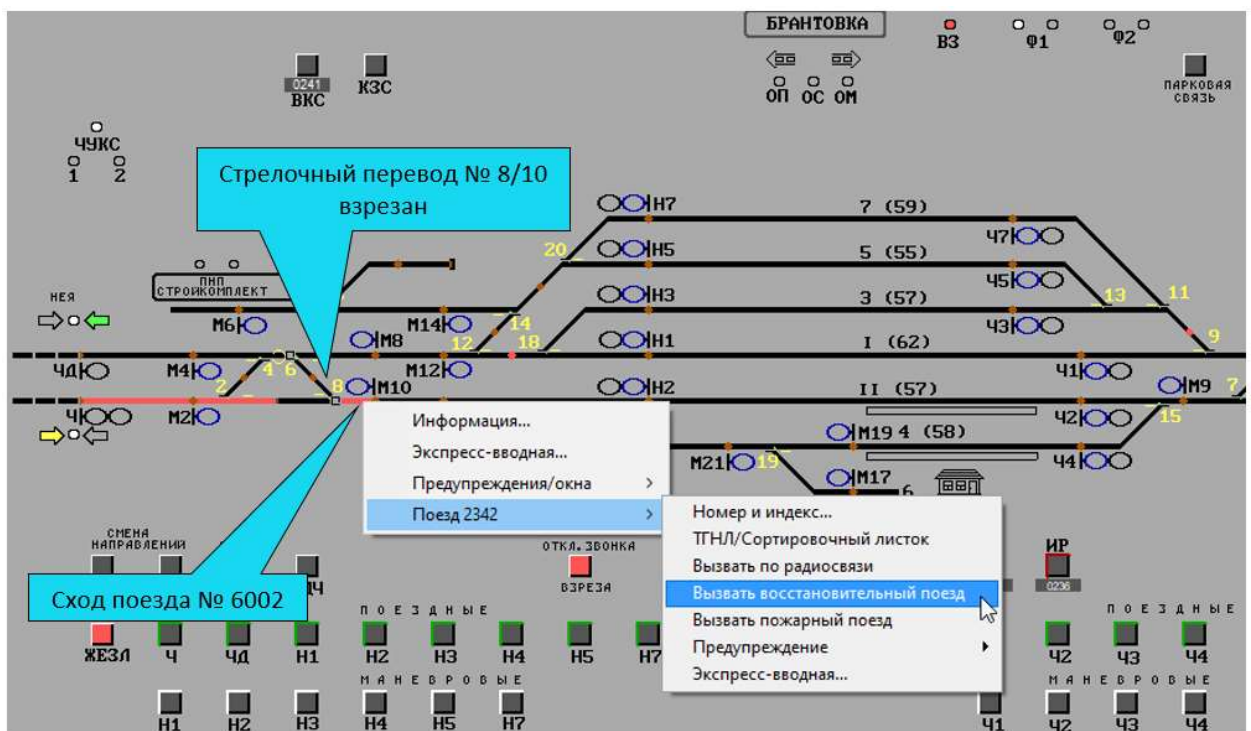

Рис. 19. Вызов восстановительного поезда к поезду № 2342.
1. Наведите курсор «мыши» на сошедший поезд, нажмите правую кнопку и во вспомогательном меню выберите команду «Вызвать восстановительный поезд» (рис. 19).